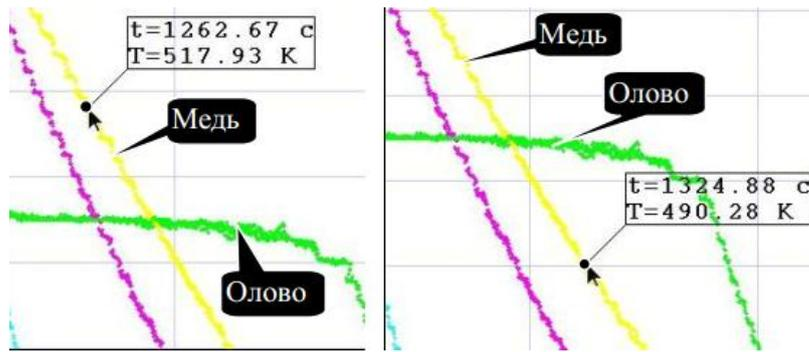

Рис.9. Измерение тангенса наклона термограммы меди около температуры плавления олова.
5. Рассчитать тангенс наклона кривой охлаждения медного образца при температуре кристаллизации олова можно по графику термограмм. Для этого с помощью курсора нужно измерить (и записать в тетрадь) координаты термограммы меди в окрестности температуры кристаллизации при температурах  $505 \pm 10 \dots 15$  К (рис.9).